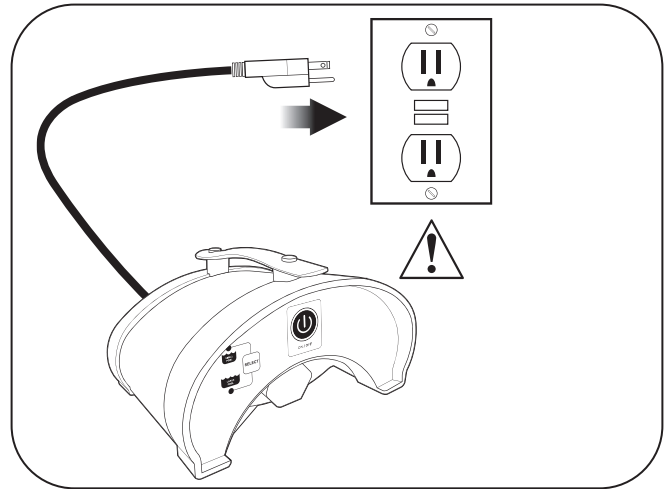

Figura 1. Enchufe a la fuente de alimentación
- CANADÁ: Según los requisitos de CEC, mantenga la unidad de control por lo menos a tres (3) m (10 pies) del borde de la piscina.
1. Enchufe la fuente de alimentación a un receptáculo con un interruptor de circuito por falla a tierra (GFCI) (Figura 1). La fuente de alimentación debe estar a 5 ft del borde de la piscina.